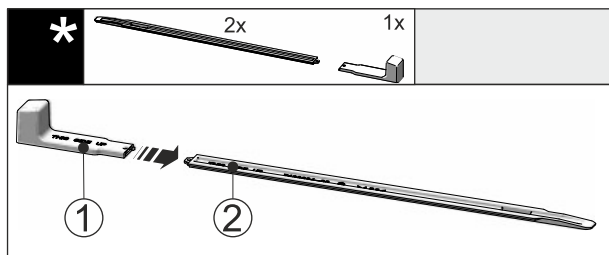

Fig. 46
- Dugja rá a szerelőfogantyút Fig. 46 (1) a szintezősínre Fig. 46 (2).